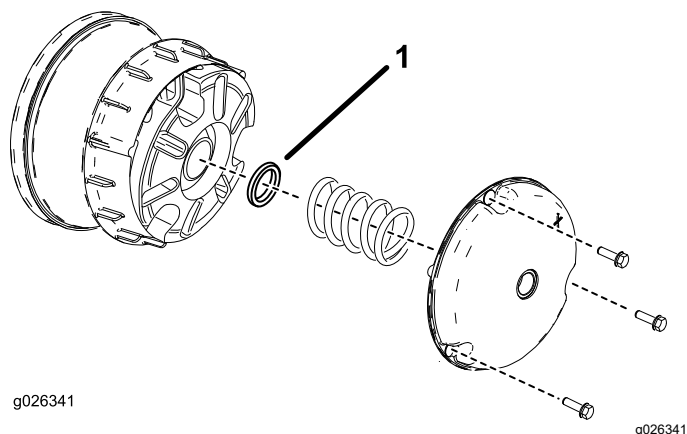

Figura 65
2. Retire os parafusos que prendem a cobertura principal da embraiagem como se mostra na Figura 65.